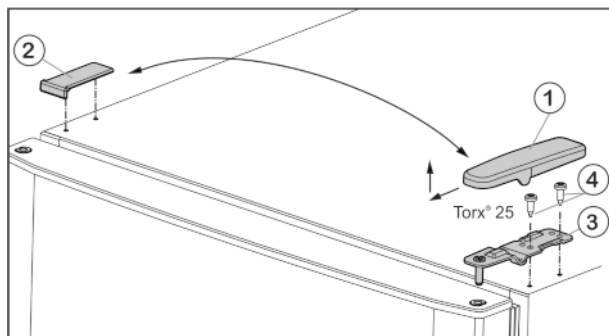

Fig. 4
- Kryt Fig. 4 (1) odoberte smerom dopredu a hore.
- Kryt Fig. 4 (2) nadvihnite.
- Hornú ložiskovú konzolu Fig. 4 (3) odskrutkujte (2 krát Torx® 25) Fig. 4 (4) a odoberte smerom hore.
- Vrchnú ložiskovú konzolu Fig. 4 (3) nasadíte na novej strane závesu do dverí.
- Hornú ložiskovú konzolu **pevne (pomocou krútiaceho momentu 4 Nm)** priskrutkujte (2 x Torx® 25) Fig. 4 (4). Diery na skrutky príp. predpichnete alebo použite akumulátorový skrutkovač.
- Kryt Fig. 4 (1) nasadíte na opačnú stranu zvonka a zaklapnete.
- Kryt Fig. 4 (2) nasadíte vždy na opačnú stranu zhora a zaklapnete.